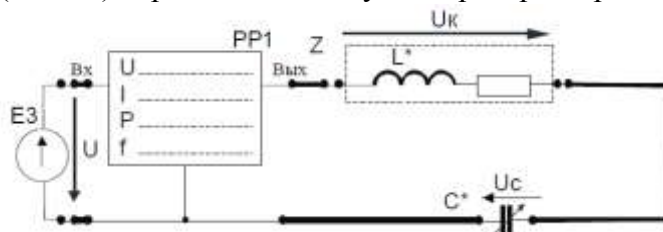

Рисунок 2
4. Собрать электрическую цепь с последовательным соединением реальной катушки индуктивности L* конденсатора C* (рис. 2), используя элементы цепи в соответствии с заданным вариантом (табл. 3). Предъявить схему для проверки преподавателю.